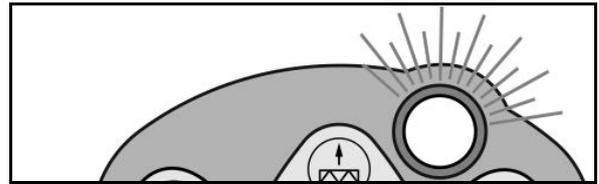

Fig. 118
- de forma correspondiente sin el joystick multifuncional Fig. 118.